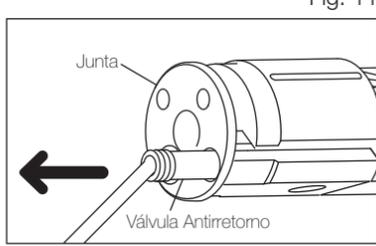

Fig. 12
- 2) Retire a junta e retire a válvula antirretorno usada com um instrumento fino (Fig. 12).